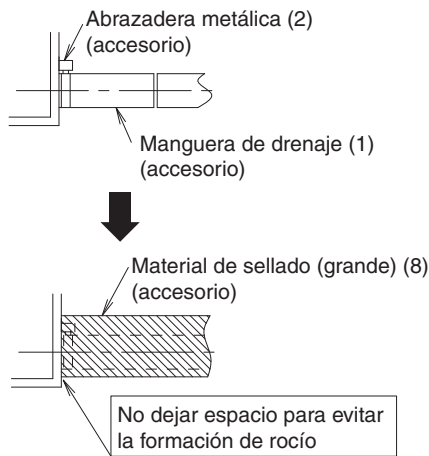
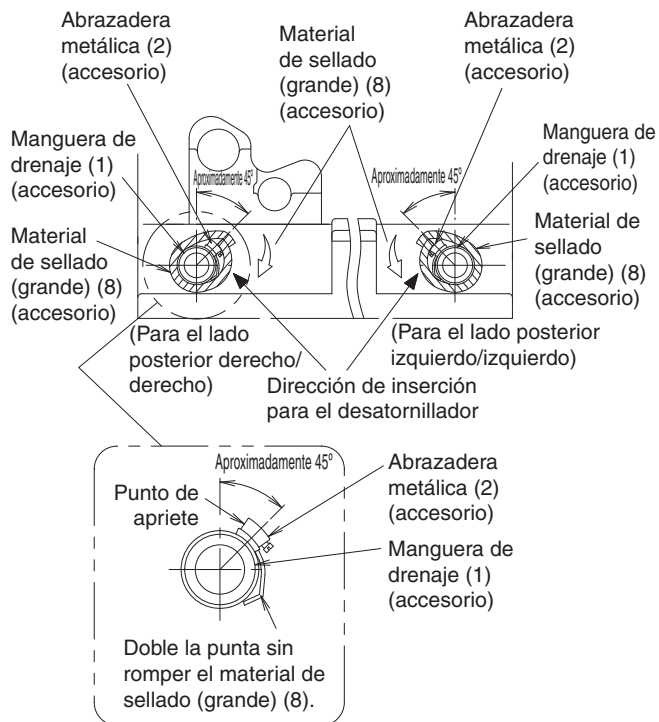

Fig. 25
Fig. 26
- Asegúrese de utilizar la manguera de drenaje suministrada (1) y la abrazadera de metal (2). Introduzca la manguera de drenaje (1) en la base del desagüe, y ajuste con firmeza la abrazadera metálica (2). **(Refiérase a la Fig. 25 y Fig. 26)** (Coloque la abrazadera de metal (2) de forma tal que la parte del ajuste esté en un ángulo de 45° aproximadamente, como se muestra en la **Fig. 26**.)
- Doble el extremo de la abrazadera metálica (2) de manera que el material de sellado no forme una protuberancia. **(Refiérase a la Fig. 26)**
- Cuando coloque el aislante, doble el material de sellado (grande) (8) suministrado comenzando desde la base de la abrazadera metálica (2) y la manguera de drenaje (1), en la dirección indicada por la flecha. **(Refiérase a la Fig. 25 y Fig. 26)**